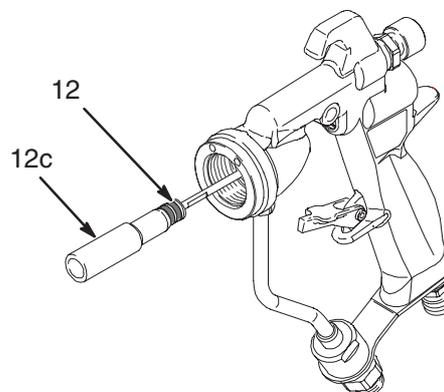

Fig. 22
5. Introduzca el conjunto de la aguja de fluido (12) por la parte delantera de la pistola. Utilice la herramienta (12c) para empujar el cartucho de empaquetadura en el cuerpo de la pistola, hasta que llegue al fondo. Vea la Fig. 22.